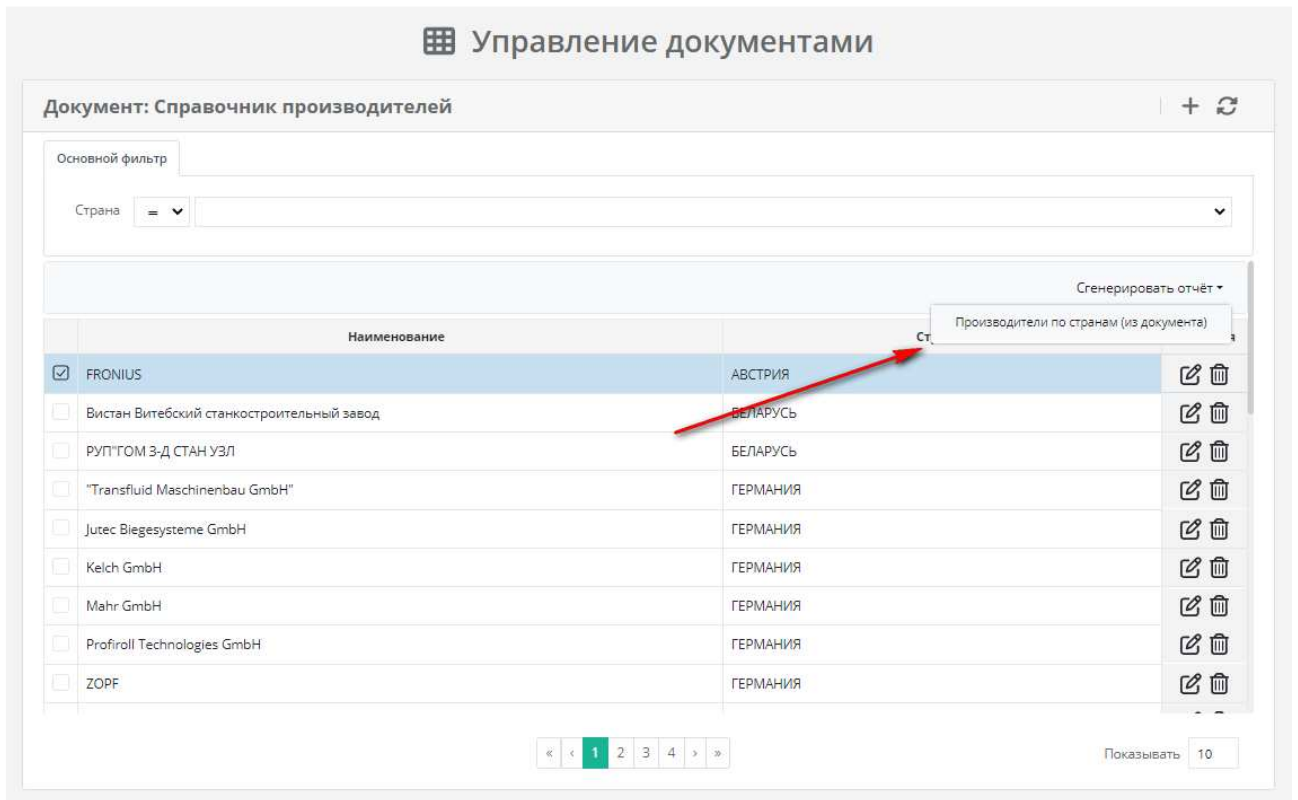

Рисунок 48. Генерация отчета из документа
2) Выбрать запись в таблице, и нужный отчет, а затем нажать кнопку «Сгенерировать отчет» (Рисунок 48);